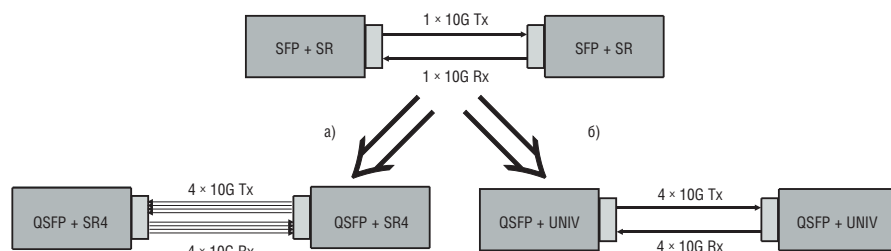

Рис. 2. Возможные сценарии наращивания скорости информационного обмена с 10 до 40 Гбит/с: а — схема 40GBase-SR4 (традиционная); б — схема QSFP-40G-UNIV
- обращением к четырехволновой схеме неплотного спектрального уплотнения LAN CWDM (рабочие длины волн 1270, 1290, 1310 и 1330 нм), что позволило сохранить дуплексную структуру тракта при увеличении скорости (рис. 2);